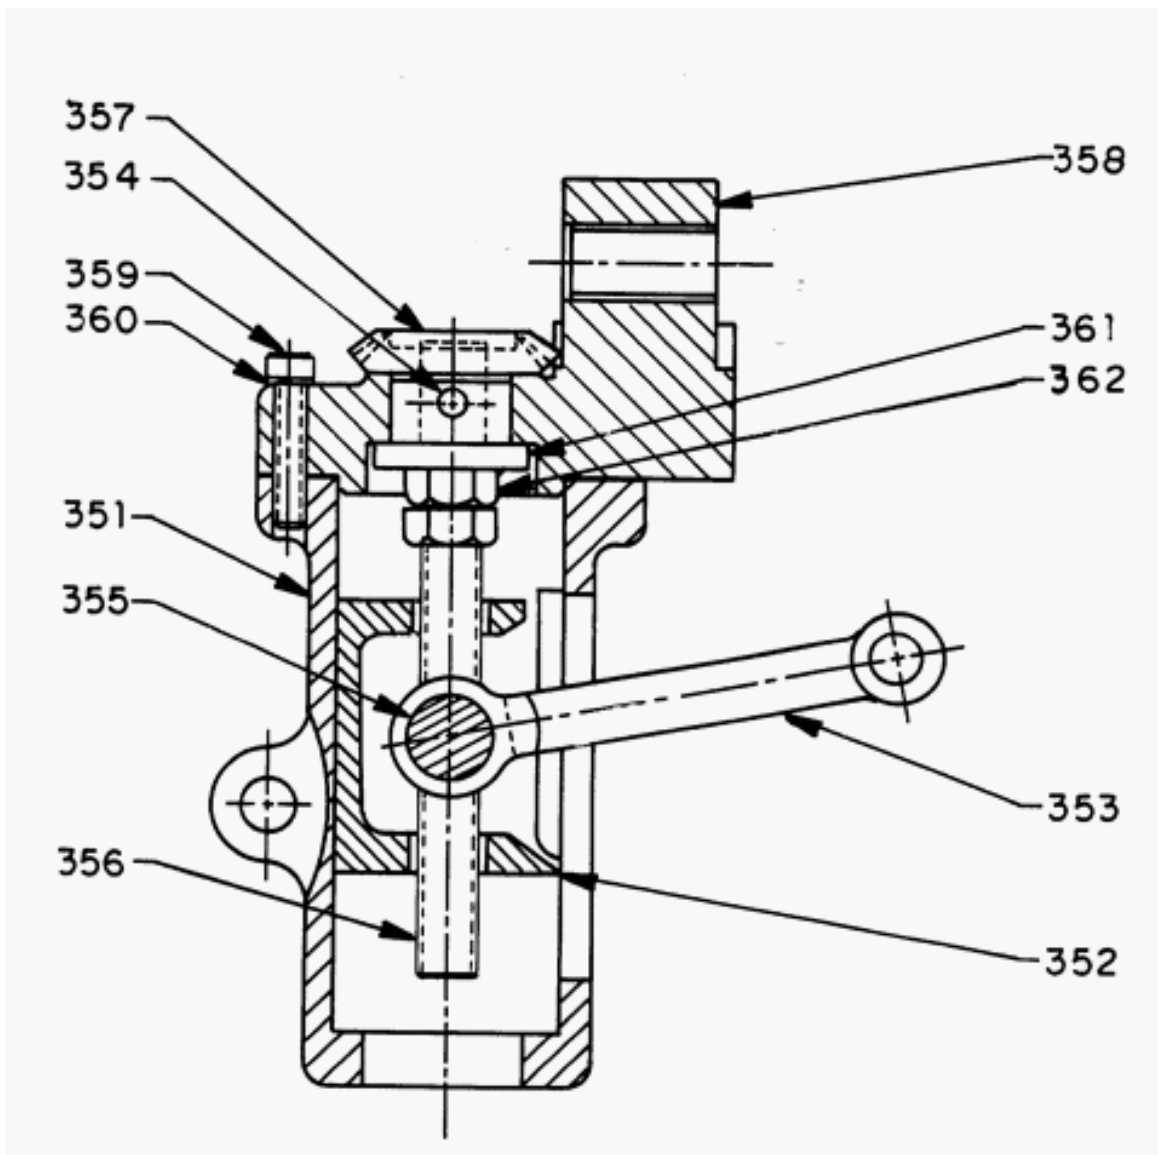

图 5
- 4 通过顺时针转动等径伞齿轮 357，检查看摆动箱 358 中的滑块 352 在顶部。参照图 5。
7. 通过顺时针转动等径伞齿轮 357，检查摆动箱 358 中的滑块 352 在顶部。参照图 5。
- 1 如果制动开关拉出，泵上无压力时，使用手轮不能自由调节行程，滑块可能卡死了。要确认这个问题，打开摆动箱上的上盖（图 8 和图 9 中，529A），观察前连接杆 353 连接到摆动箱 351 的位置。如图 5 所示。如果滑块卡死，那么连接杆会在最上端或是最下端的位置。
除非特别说明，圆括号里的数字指的是图 5 至图 9 中相应的项次。
(参照图 5)**